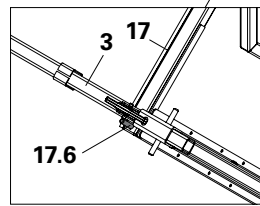

Fig. A11.07a
- Les montants de garde-corps MXK (3) doivent se trouver à l'intérieur des boulons de sûreté (17.6). Les boulons de sûreté sont fixés sur le platelage d'angle extérieur MXK. (Fig. A11.07a + A11.07b)